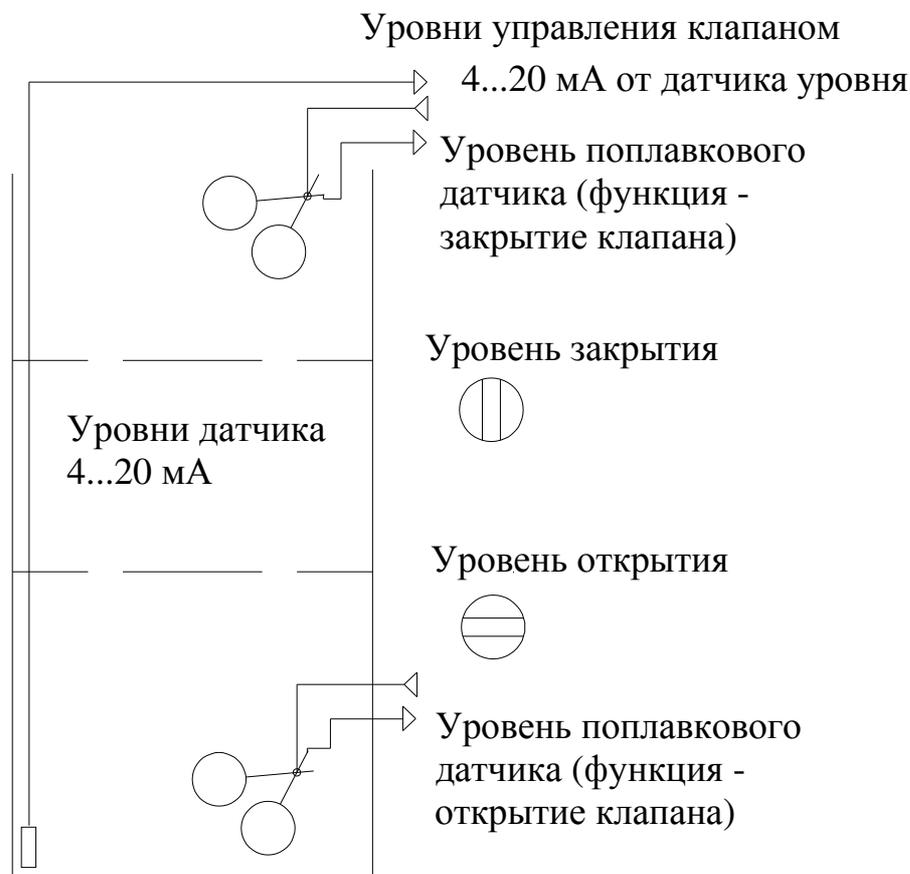

Рис. 7.2П. Функциональная схема управления клапаном подпитки
**Назначение функции.** Функция предназначена для обеспечения наполнения резервуара подпитки в зависимости от уровня, измеряемого аналоговым датчиком. В качестве датчика используется штатный датчик комплекса регулирования, подключаемый к входу 2. Функциональная схема управления клапаном в зависимости от уровня в накопительном резервуаре представлена на рис. 7.2П.
Изменение функций управления по аналоговому датчику производится программированием уровней формирования сигналов на открытие и закрытие клапана. В том случае, когда уровень открытия больше уровня закрытия, функции управления клапаном меняются на противоположные относительно рис. 7.2П.